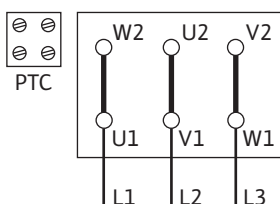

Fig. 12: Δ-kobling
- Nettilslutningen er afhængig af motoreffekten P2, netspændingen og tilkoblingstypen. Nødvendig tilkobling af forbindelsesbroerne i klemmeboksen fremgår af følgende tabeller samt Fig. 12, 13 og 14.